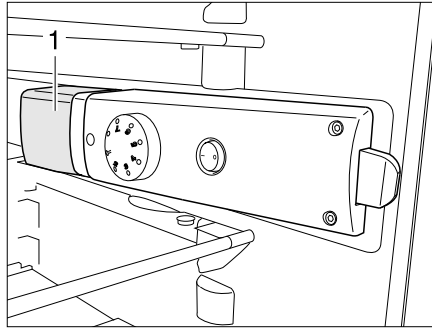

Fig. 387 Lampe du réfrigérateur
- De l'arrière, saisir en dessous du cache de luminaire (Fig. 387,1) et soulever le cache de luminaire d'env. 3 mm.